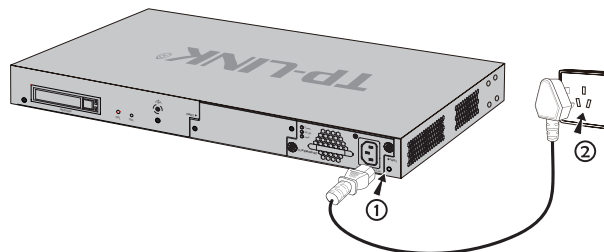

图3-4 电源线连接示意图
2. 无线控制器原装电源线连接无线控制器与电源插座，如图3-4所示。